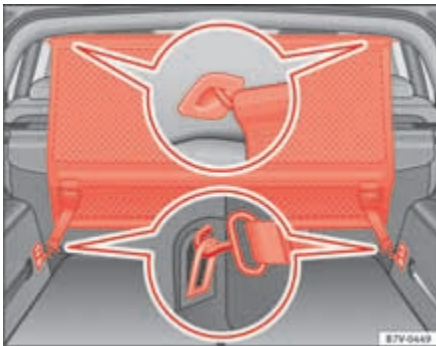

Abb. 94 Im Gepäckraum: Netztrennwand hinter der zweiten Sitzreihe einbauen.
- Netztrennwand in der hinteren linken Aufnahme im Dach einhängen ⇒ Abb. 94 ④. Darauf achten, dass die Querstange über die obere Position hinaus nach unten gezogen wird.
- Beide Haltehaken der Netztrennwand in die vorderen Verzurrösen im Gepäckraum ⇒ Abb. 94 ⑤ einhängen und die Gurte fest spannen. ▶
- Netztrennwand in der vorderen linken Aufnahme im Dach einhängen ⇒ Abb. 94 C. Darauf achten, dass die Querstange über die obere Position hinaus nach unten gezogen wird.
- Haltehaken der Netztrennwand an den Verzurrösen ⇒ Abb. 94 B aushaken.
- Netztrennwand an der rechten Aufnahme im Dach ⇒ Abb. 94 A bzw. C durch Zusammendrücken der Querstange aushängen.